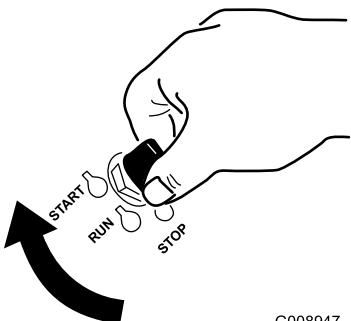

Figura 17
1. Gire la llave de contacto a la posición de Arranque (Figura 17). Cuando el motor arranque, suelte la llave.
7. Gire la llave de contacto a la posición de Arranque (Figura 17). Cuando el motor arranca, suelte la llave.